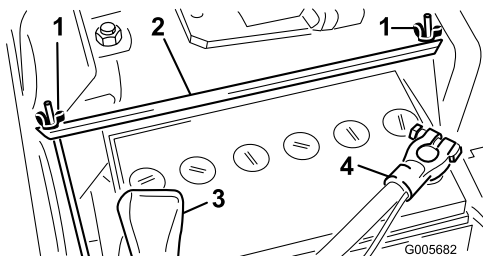

Figure 6
2. Retirez les deux écrous à oreilles et la barrette de maintien de la batterie (Figure 6). Soulevez la batterie hors du châssis. Mettez de côté les écrous à oreilles et la barrette de maintien en prévision de la repose.
- 1. Fixez sans les serrer (2) colliers en R au côté droit de la base du siège avec 2 vis d'assemblage et rondelles plates qui font partie du kit (Fig. 6). Placez le tube de rangement du manuel dans les colliers en R et serrez les vis d'assemblage (Figure 7).